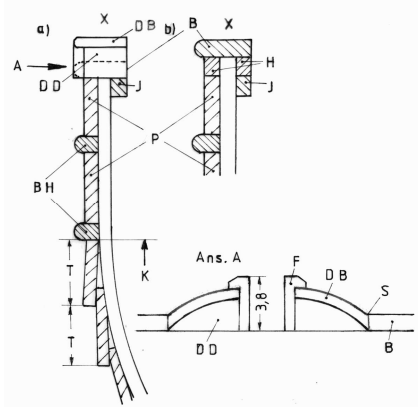

Abb. 20: Querschnitt des oberen Bootsbereichs.
Wer sich Jetzt durch die Klinkerung durchgearbeitet hat und nicht ganz ohne Grund den Drang verspürt, sich vor den Spiegel zu stellen und den Hut zu ziehen, sollte doch seine Euphorie noch etwas bremsen. Der obere Bereich hat auch noch seine Macken (Abb. 20). Vor allem sollte man nicht den Fehler machen, die Malle zu früh herauszuberechnen.
- Alle Teilstücke schneiden, biegen, anpassen und entsprechend abwinkeln, sowohl im Dollenbereich (Abb. 20/5) als auch die Gehrungen an Bug und Heck. Die Befestigung erfolgt in ähnlicher Weise wie